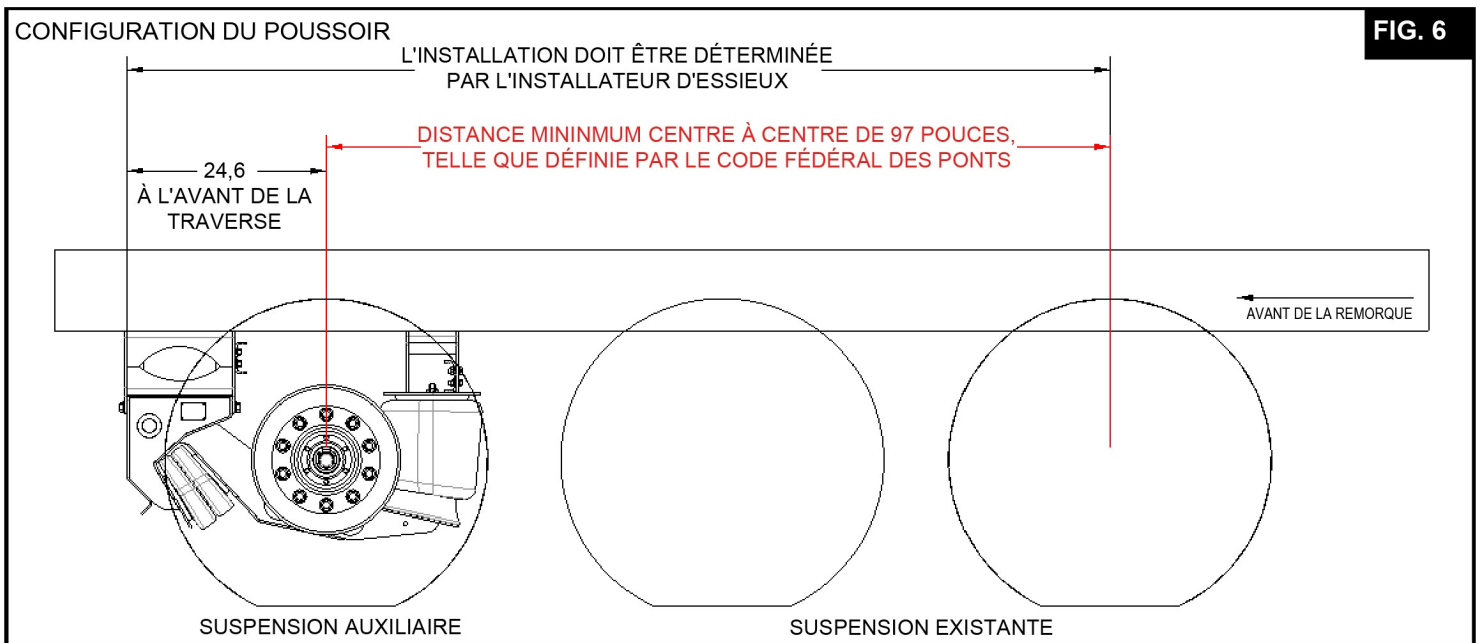
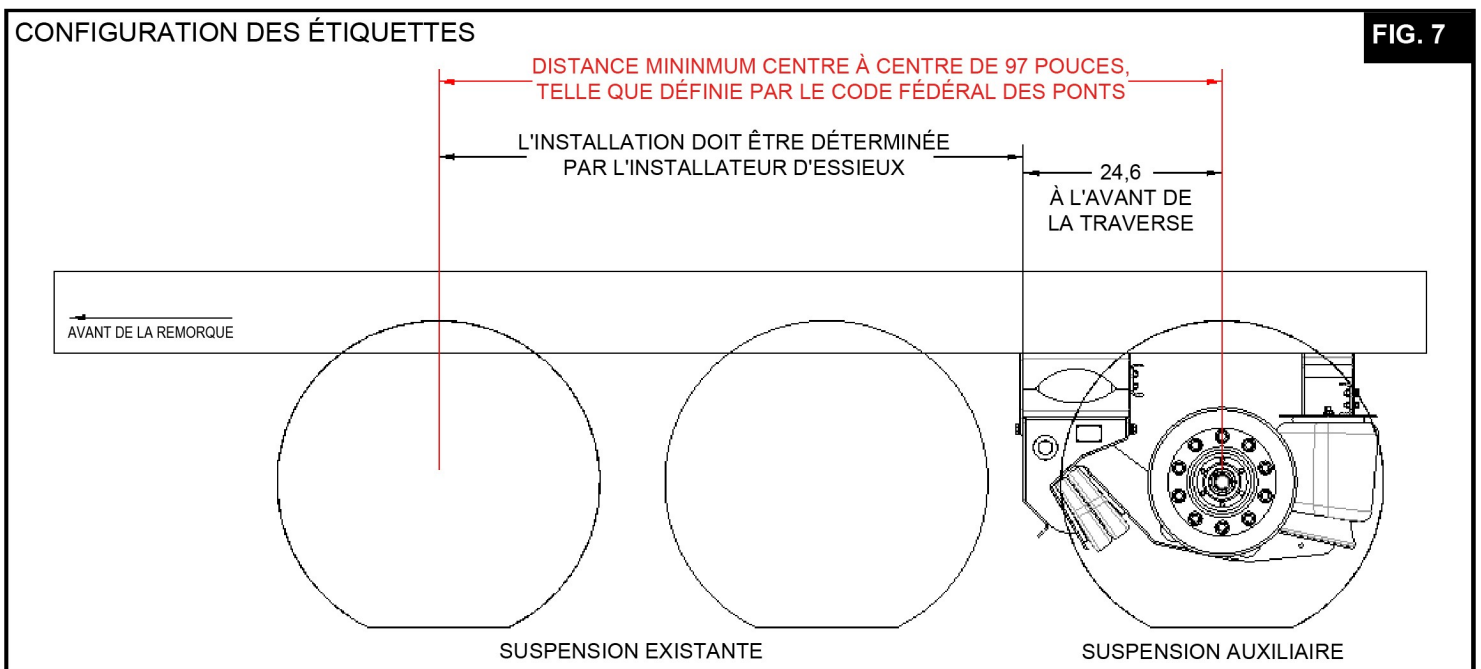

FIG. 6
FIG. 7
10.1 Avant de déterminer l'emplacement de la suspension, examiner en profondeur la liste de vérification préalable à l'installation qui se trouve à la section 5 du présent manuel. Assurez-vous que la remorque est située sur une surface plane et plane avant de mesurer l'emplacement de la suspension. Lorsque cela est terminé, marquez l'emplacement de la suspension et les limites des rails du cadre de la remorque. (Voir Figure 6 et Figure 7 ci-dessous pour plus de détails). Communiquez avec les spécialistes de l'application Link pour obtenir des réponses à toute question supplémentaire.
11.9 Assembler les ressorts pneumatiques sur les supports de cadre arrière à l'aide du matériel de montage 1/2 po et 3/4 po (voir figure 6 pour plus de détails sur l'attache).